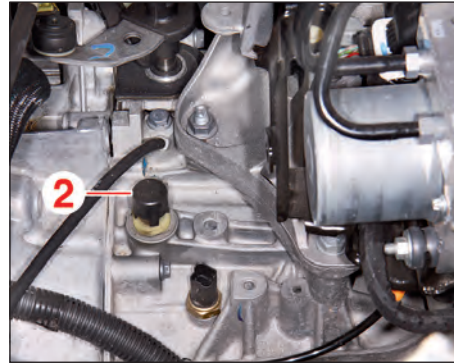

FIG.2
- le bouchon de l'orifice de mise à l'air libre (2) (Fig.2).